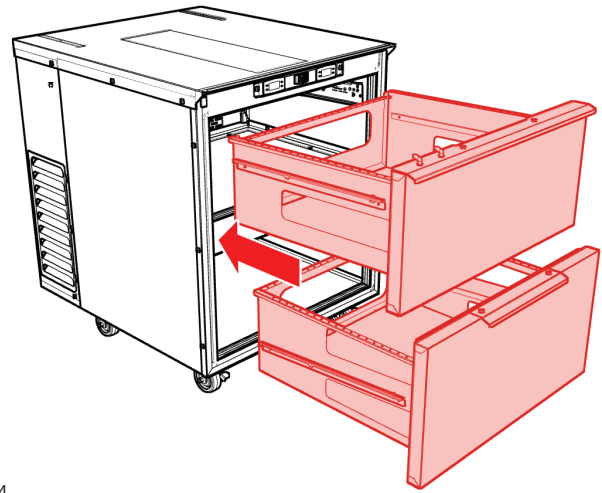

Fig. 4
5. Vuelva a instalar ambas bandejas (Fig. 4) (consulte Instalación de bandejas, página 9).